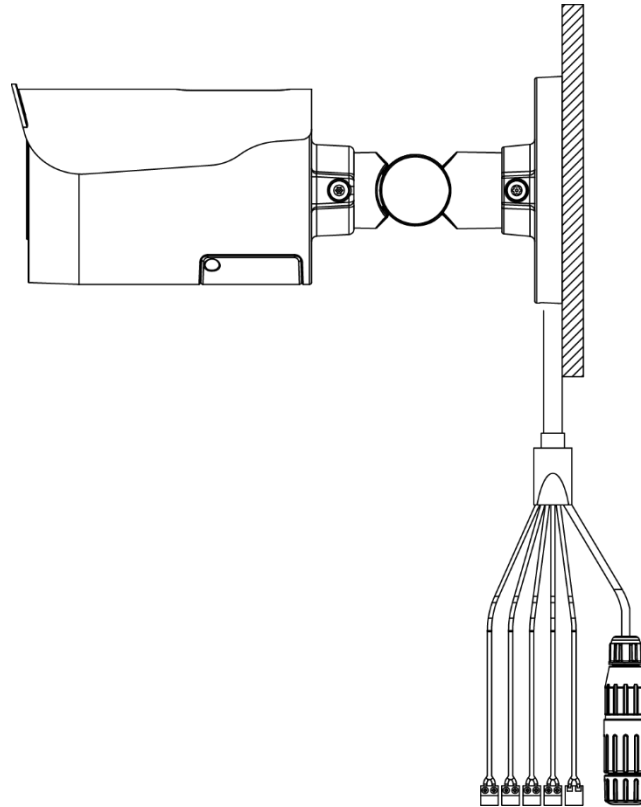

Figura 2-3: Conexión de los cables tipo II - Orificio de la superficie de montaje
1. Hay dos formas de conectar los cables, según su aplicación. Pase todos los cables que salen del soporte a través del orificio de la superficie (Figura 2-2, Tipo I) o colóquelos junto al orificio lateral del soporte (Figura 2-3, Tipo II), como se ilustra a continuación.